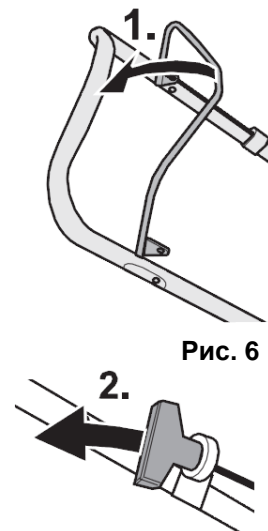

Рис. 6
- 5.1.2. Прижмите ручку тормоза (1)(См. Рис.6) к рукоятке управления.
- 5.1.3. Возьмите крепко в руки пусковую рукоятку (2)(См. Рис.6). Крепко удерживая ее в руках, плавно потяните шнур стартера, пока барабан стартера не войдет в зацепление с собачками храпового механизма.